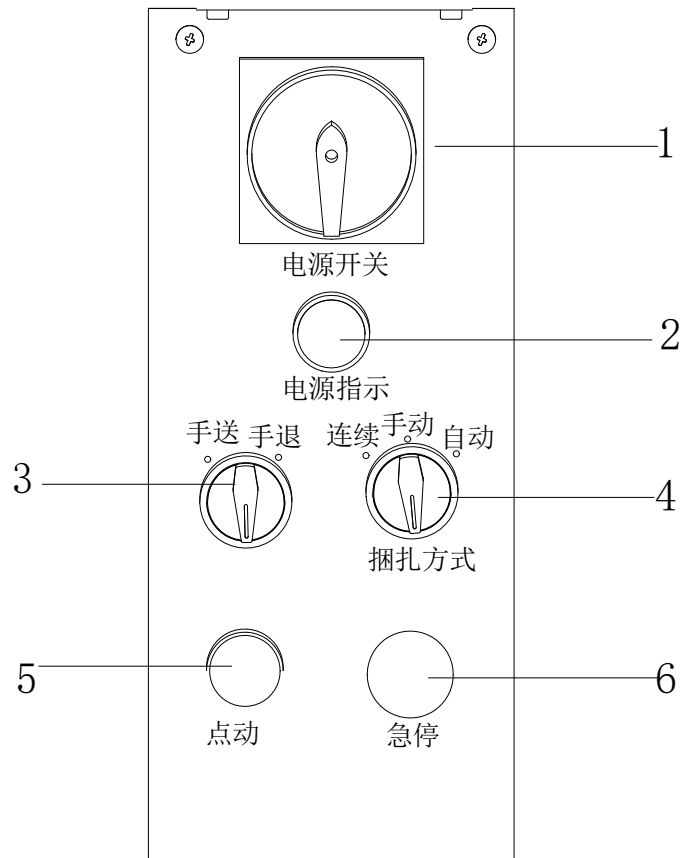

图 4-1
- 1) 操作控制面板见图 4-1 所示，此时电源指示灯亮。
- ①. 手动捆扎方式：